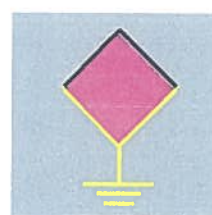

Fig. 7.84
- conturul simbolului este compus din două părți ce reprezintă cei doi poli ai CLP-ului. Polul legat la pământ va avea culoarea galben iar colorarea dinamică a celui alt pol se va face în funcție de prezența / absența tensiunii, starea „necunoscută”, respectiv de starea „legat la pământ” a CLP-ului pe polul respectiv. Fig.7.84.